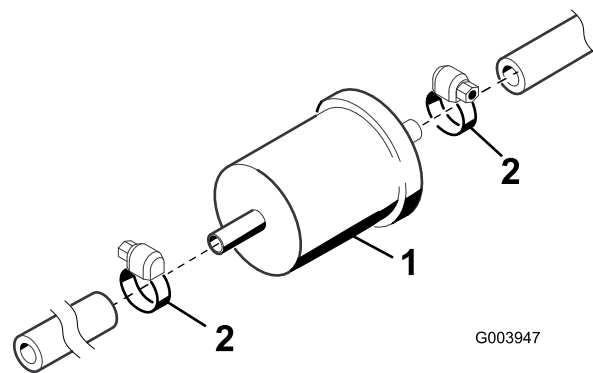

Figura 64
1. Individuate il filtro carburante, situato lungo la guida sinistra del telaio, davanti alla pompa del carburante (Figura 64).